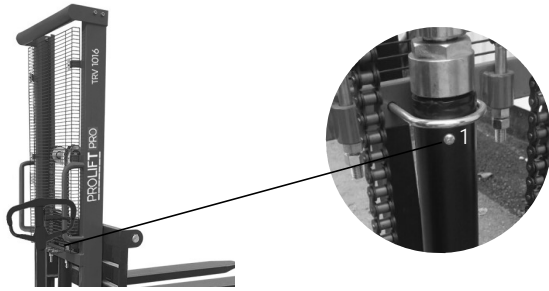

Рисунок 11. Заливное отверстие гидроцилиндра
Долив масла в гидравлическую систему осуществляется через заливное отверстие (1) (рис. 11), находящееся в верхней части гидроцилиндра.
2. Извлеките резиновую заглушку из заливного отверстия (1) (рис. 11).